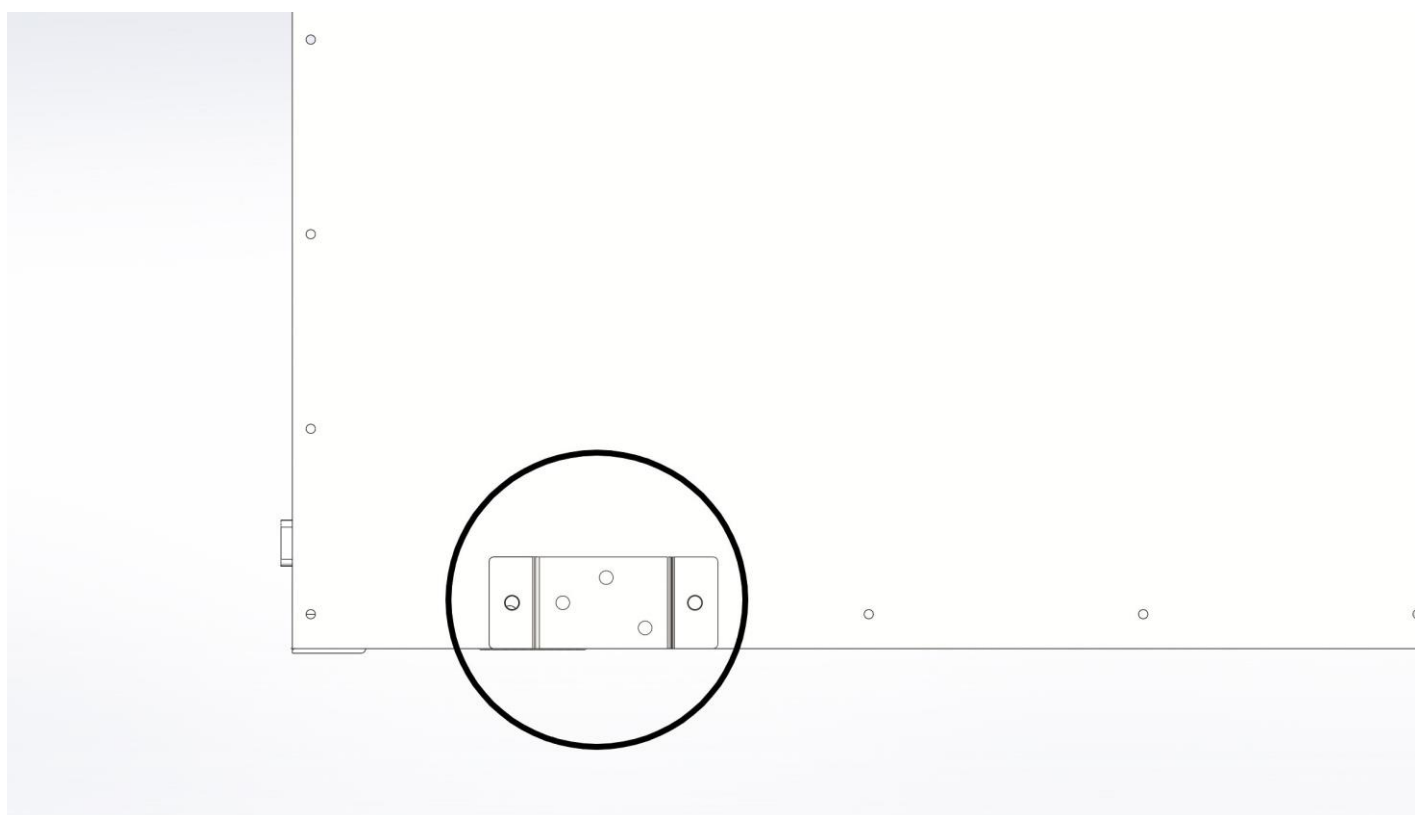

Рисунок 24
4.7 Закрепите четыре кронштейна для замков с каждой стороны ящика болтами М6х10, гайками и шайбами (см. рисунок 24). Перед установкой кронштейнов, примерьте боковые замки и расположите кронштейны необходимым способом. Будьте внимательны, кронштейны делятся на два типа и устанавливаются на ящик крест на крест.